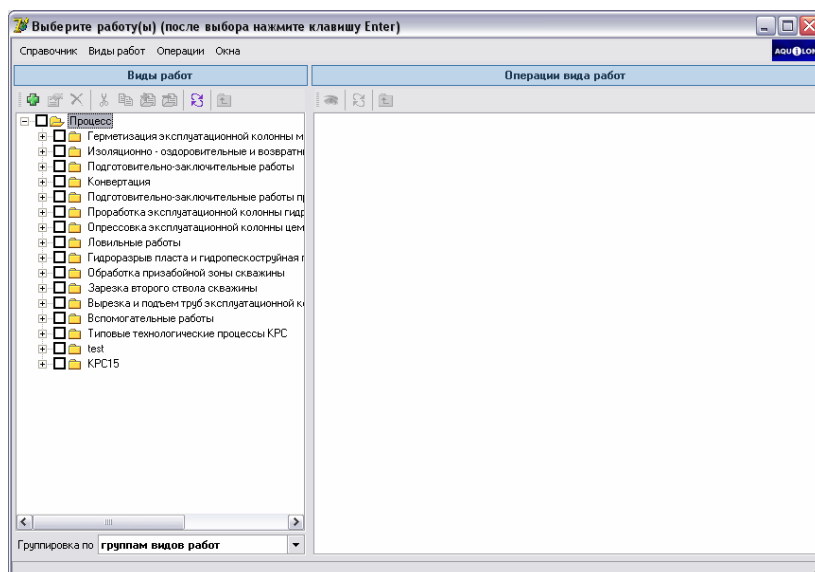

Рисунок 1.27.
2. В открывшемся справочнике (Справочники ⇒ Виды работ) (рис. 1.27) отметьте галочкой требуемые виды работ и нажмите на клавишу [Enter].